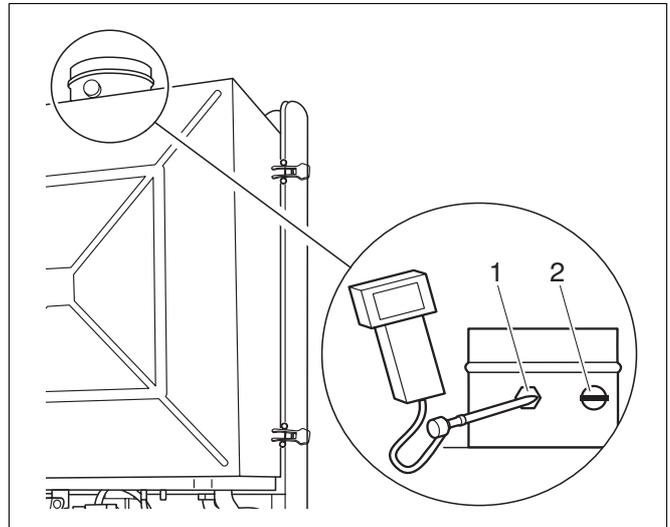

Abb. 29 Messstellen am Abgasrohr
- Die jeweilige Verschlusschraube (Abb. 29) am Anschlussstück für das Verbrennungsluft-Abgassystem abschrauben und nach durchgeführter Messung wieder aufschrauben.
Legende für Abb. 29: Messstellen am Abgasrohr